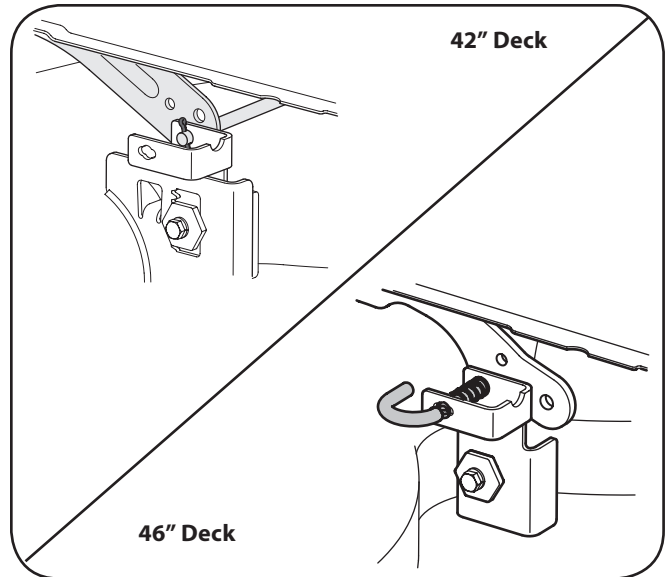

Figura 7-2
4. Retire la correa (C) de alrededor de la polea del motor del tractor y de la(s) polea(s) loca(s). Consulte Cambio de la correa de la plataforma más adelante en esta sección para obtener instrucciones detalladas.
5. **On 42" Decks:** Mire la plataforma de corte desde el lado izquierdo del tractor y localice el pasador de horquilla que fija la varilla de sostén de la plataforma al lateral posterior izquierdo de la plataforma. Vea la Figura 7-2. Retire el pasador de chaveta que ajusta la varilla de soporte de la plataforma y con cuidado retire el soporte de la plataforma del brazo de elevación de la plataforma.
El 46 "Cubiertas: En cuanto a la plataforma de corte desde el lado izquierdo del tractor, busque la liberación cubierta de manejar. Véase la mitad inferior de la Figura 7-2. Tire de la cubierta de liberación manejar con cuidado y liberación de la cubierta de los brazos de elevación de la cubierta.